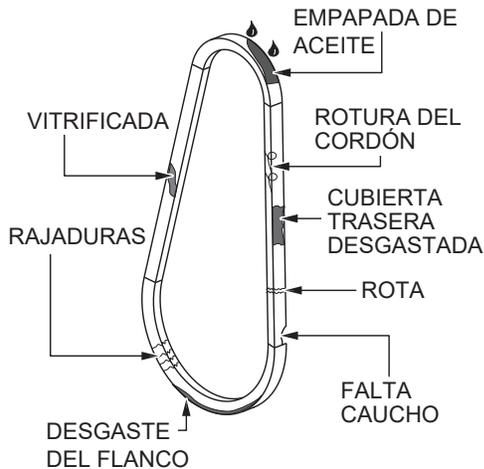

Figura 22. Inspección de la correa trapezoidal
1. Inspeccione la correa trapezoidal (Figura 22) para determinar si está deshilachada, pelada, llena de grietas diminutas, le faltan pedazos de caucho, o está dañada de otra manera.
2. Inspeccione la correa trapezoidal (Figura 22) para determinar si está empapada en aceite o vitrificada (aspecto duro y brillante en los lados de la correa). Cualquiera de estas dos condiciones puede hacer que la correa se recaliente, lo que puede debilitarla y aumentar el peligro de que se rompa.